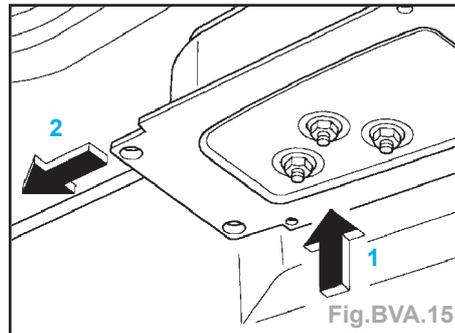

Fig. BVA.15
- Monter la platine du levier sélecteur (serrer à 2,5 daN.m). Pour ce faire, la déplacer vers l'avant tout en introduisant jusqu'à la butée le câble du levier sélecteur dans le support contre-appui (Fig. BVA.15).